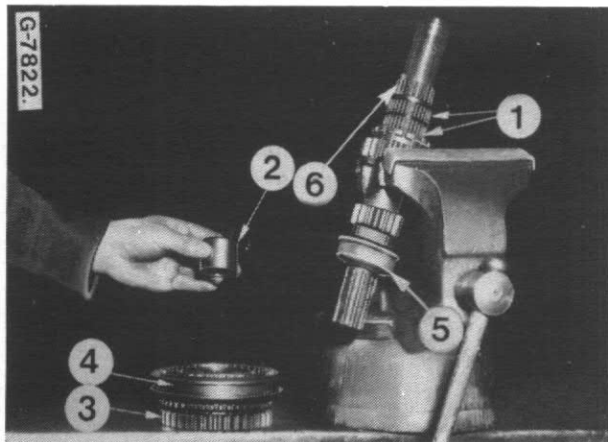

Figure 79
Plongez la bague intérieure de roulement (5, Fig. 79) dans un bain d'huile à 70-80°C et remettez-la sur l'arbre. Glissez en place le roulement à aiguilles (1) et remplacez le pignon (3) et le synchroniseur (4).